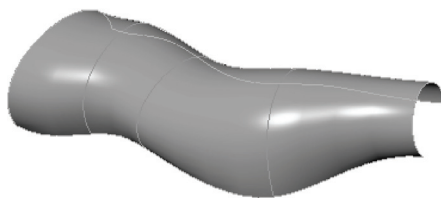

图 9-10 创建放样曲面
STEP 04 单击“完成”按钮 , 并单击“样式”选项卡“关闭”面板中的“确定”按钮 , 即可完成放样曲面的创建, 效果如图 9-10 所示。